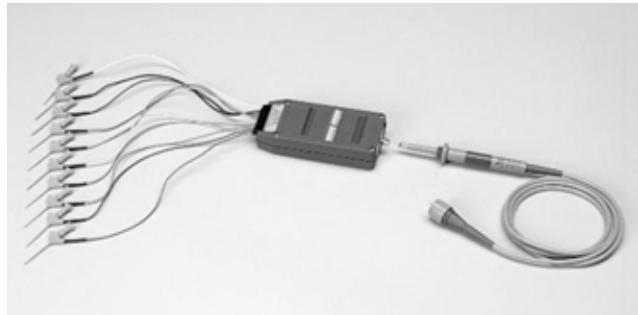

图2.9. 字识别器探头。这些探头允许使用示波器在特定逻辑条件下分析特定数据波形。
分析数字波形的模拟特点要求使用示波器。但是，为找到故障确切的原因，数字设计人员通常需要查看在具体逻辑条件下发生的特定数据脉冲。这要求逻辑触发功能，其更典型的是逻辑分析仪的逻辑触发功能，而不是示波器的逻辑触发功能。通过使用字识别器触发探头，可以在大多数示波器中增加这种逻辑触发功能，如图2.9所示。
图2.9中所示的特定探头是为 TTL 和兼容 TTL 的逻辑而设计的。它可以提供最多 17 个数据通道探头(16 个数据位加判定位)，同时兼容同步操作和异步操作。通过手动设置探头头部的微型开关，可以把识别的触发字编程到探头中。在识别匹配字时，探头会输出一个 Hi (1) 触发脉冲，可以用来触发声波器采集相关数据波形或事件。